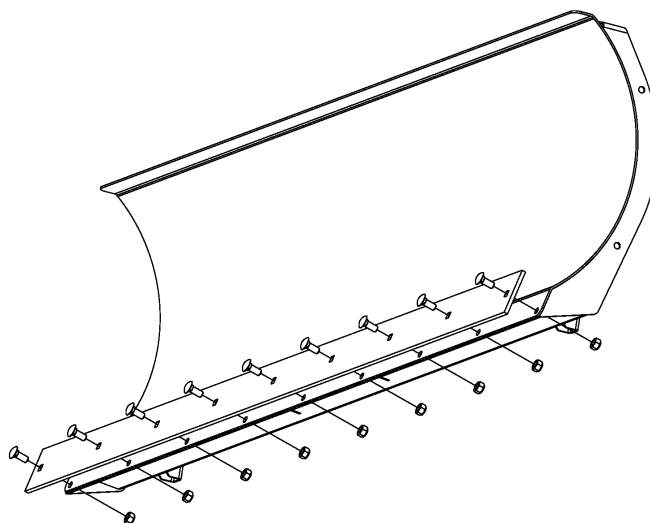

FIGURA 1
1. Montare la barra di consumo sulla lama di spalatura come mostrato nella figura 1. Inserire bulloni a testa tonda con sottotesta quadro di 10 mm in tutti i fori quadri della lama di consumo e quindi nei rispettivi fori sulla lama. Terminare con un controdado di 10 mm.